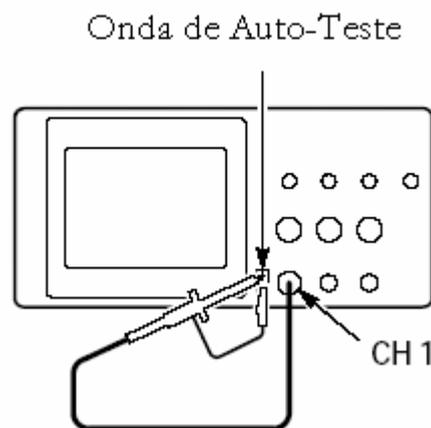

Figura 4: Medição Inicial Disponível no Osciloscópio (e Teste de Ponteira).
- ❑ Conecte a ponta de prova, do canal 1, por exemplo, ao sinal disponível para teste da ponteira do osciloscópio, de acordo com o esquema mostrado na Figura 4;
Primeiramente, deve-se sempre realizar um teste da ponteira utilizando o sinal já disponível no próprio osciloscópio, conforme citado anteriormente e seguindo o esquema da Figura 4. Além disso, deve-se certificar que a ponteira não está medindo no modo “10x” o que poderia ser usado para atenuar o sinal em um fator de 10, mas não nos interessa para as experiências.